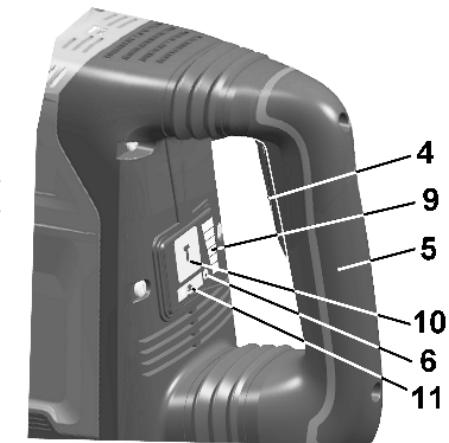

Рис.7
8.4. Переключение режимов (Рис. 7,9)
ПЭ-1500/50Z, Рис.7